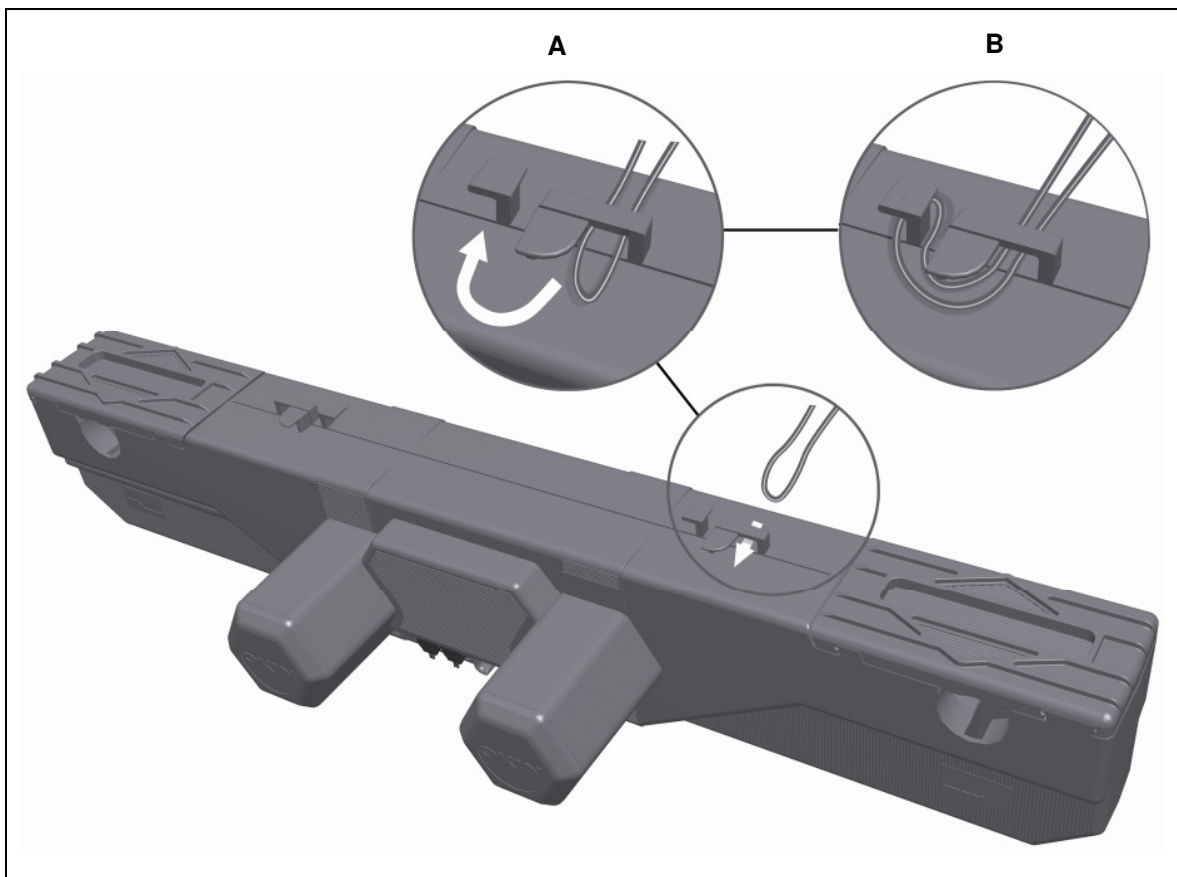

Abbildung 9 Kabel in die Zugentlastung einfädeln
- 2 Schieben Sie das Handschalterkabel in einer Schlaufe durch die Zugentlastung und ziehen Sie die Schlaufe leicht zurück, wie in Abbildung 9 gezeigt.